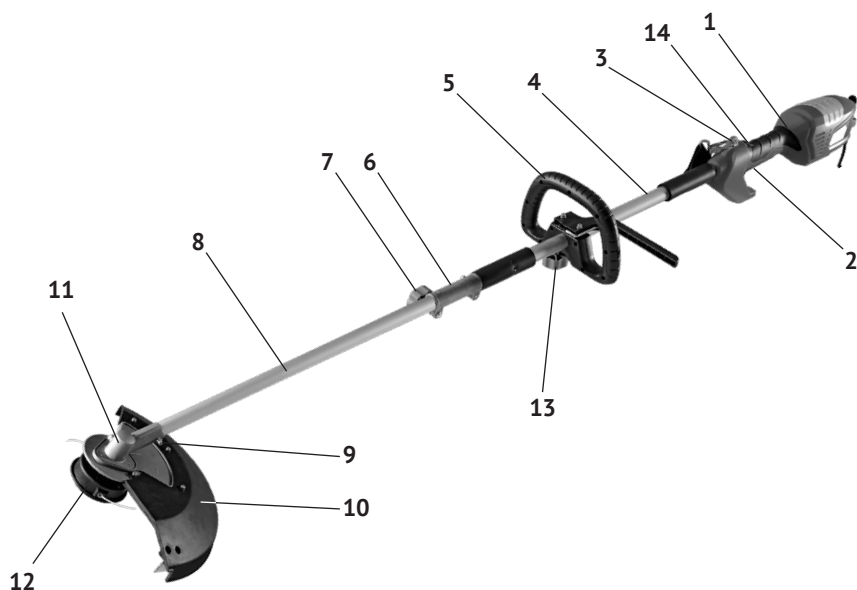

рис. 1
2.1 Электродвигатель с шестернёй и шпинделем, выключатель, дроссель плавного пуска расположены в пластиковом корпусе (рис.1 поз.1), состоящим
из двух половин. Передача крутящего момента осуществляется двумя валами, соединёнными последовательно. Металлические валы расположены в трубчатых штангах: верхней (рис.1 поз.4) и нижней (рис.1 поз.8), скреплённых соединительной муфтой (рис.1 поз.6). На нижней штанге закреплён выходной редуктор (рис.1 поз.11), с фланцем для крепления внутреннего (промежуточного) кожуха. На него крепится основной (внешний) защитный кожух (рис.1 поз.10), закрывающий рабочий инструмент (головку с леской или нож) во время работы. На верхнюю штангу крепится рукоятка (рис.1 поз.5), для удобства перемещения рабочего инструмента при скашивании травы. В комплект поставки входит наплечный ремень, крепящийся карабином к отверстиям (рис.1 поз.3) корпуса.
2.3.1 Установка передней рукоятки (рис.1 поз.5):